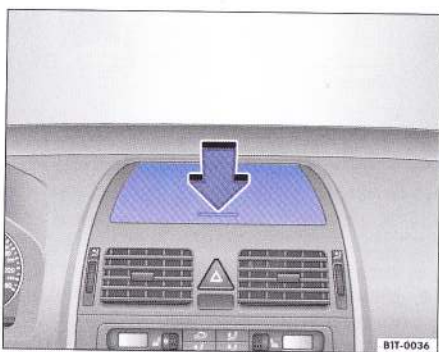

Fig. 78 În tabloul de instrumente: Spațiu de depozitare.
– Pentru *deschidere* apăsați pe capac ⇒ fig. 78 (săgeata). Capacul se va deschide singur.